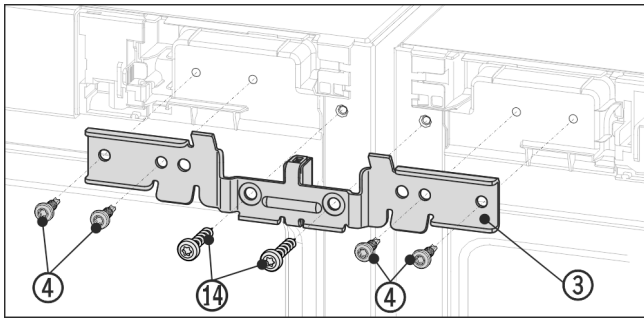

Fig. 10 Rappresentazione esemplificativa
- Far scorrere la squadretta Fig. 10 (3) con il distanziale fra le apparecchiature e sui perni. Avvitare la squadretta con quattro viti Fig. 10 (4) e le viti di messa a terra precedentemente svitare Fig. 10 (14) alternativamente a destra e a sinistra senza serrarle.